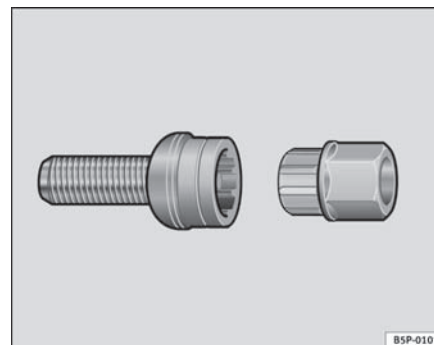

Fig. 135 Tornillo anti-robbo de la rueda
- Coloque el adaptador hasta el tope en el tornillo antirrobo de la rueda ⇒ página 211, fig. 135.